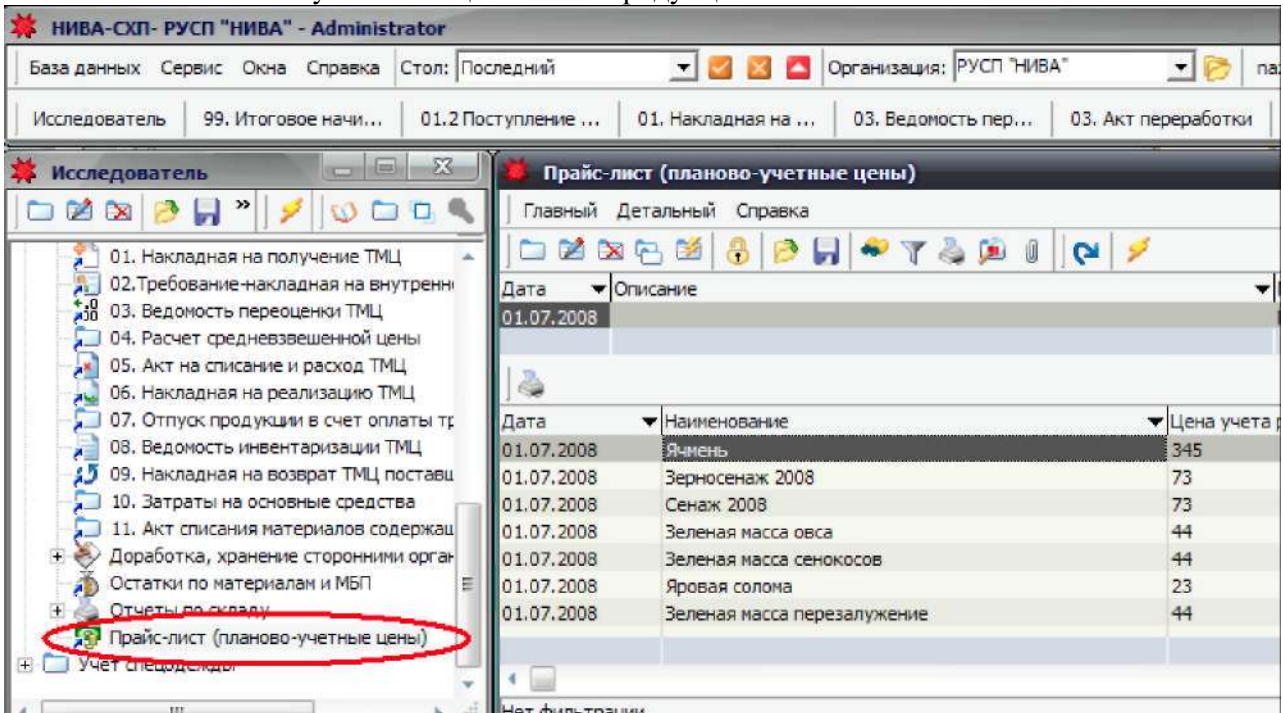

Рис. 69 - Прайс-лист (планово-учётные цены)
- Поле «**Прайс-лист**» выбираем, если его нет - создаём и выбираем (рис. 69), прайс-лист с планово-учётными ценами на продукцию